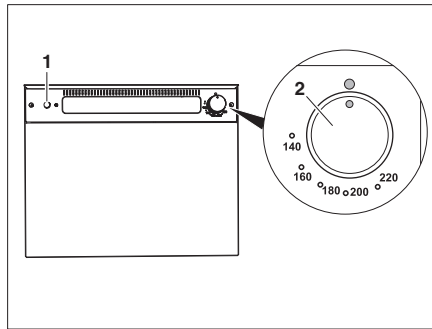

Fig. 316 Horno de gas (Thetford)
- Presionar el regulador giratorio (Fig. 316,2) ligeramente y girarlo hacia la izquierda a una posición cualquiera.
- Presionar el interruptor de encendido (Fig. 316,1) tantas veces como sean necesarias para que arda la llama.
- Girar el regulador giratorio (Fig. 316,2) a "0". La llama se apaga.